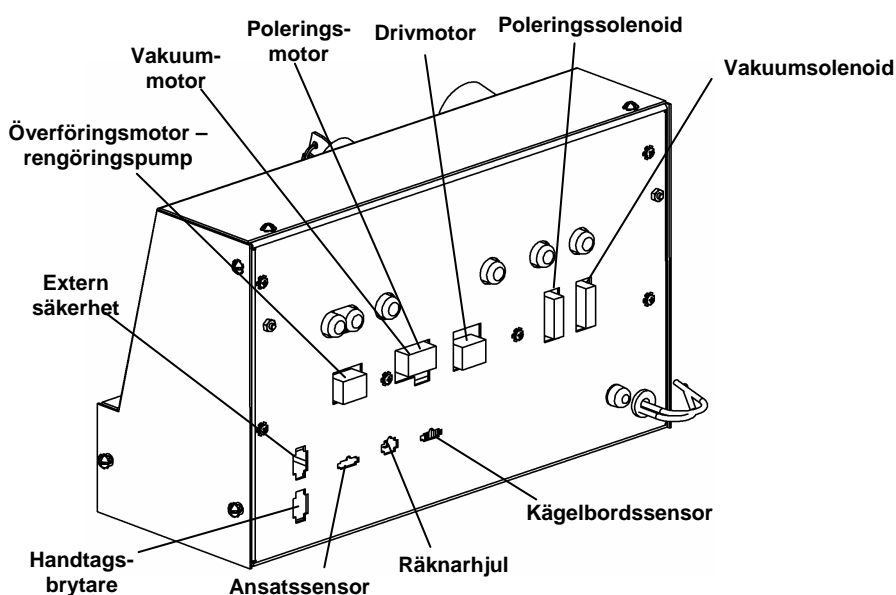

Bild 4-30
6. Följ sensorledningen genom kablaget till anslutningen på reglageboxens baksida. Anslutningen är fäst vid spåret till höger i den nedersta raden, som bild 4-30 visar.
6. Följ sensorledningen genom hålet i maskinens sida till kablaget, och till kontakten på reglageboxens baksida. (Den i nedersta raden som är den andra till vänster om kugelbordssensorn som bild 4-30 visar)